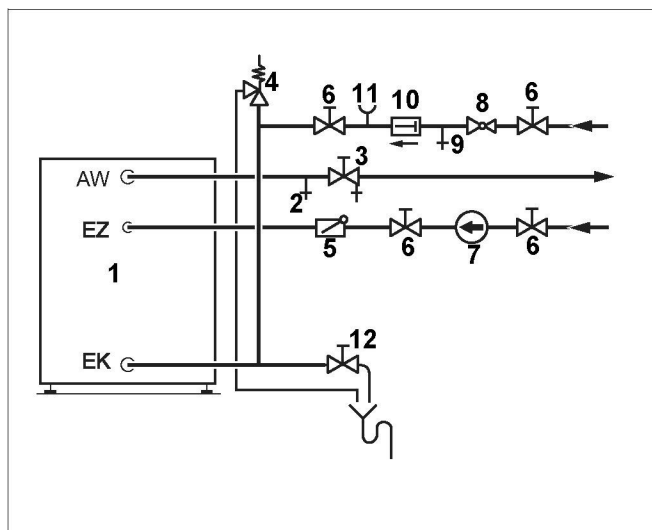

Рис. 6 Монтаж по DIN 1988 (принципиальная схема)
- Слить воду из бака-водонагревателя. Перекрыть запорный вентиль входа холодной воды EK и открыть сливной кран EL (рис. 6, стр. 10). Для продувки открыть вентиль продувки и выпуска воздуха или наиболее высоко расположенный водоразборный кран.